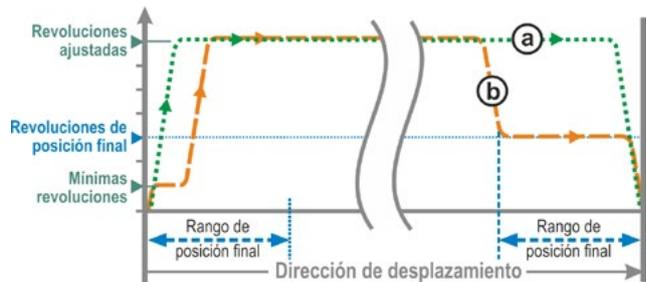

Fig. 3: Revoluciones de posición final "inicio rápido / parada rápida"
- Con apagado **sujeto al recorrido** se reducen las revoluciones poco antes de la posición final, de modo que el actuador entra en parada, sin sobrepasar la posición final, ver fig. 3, curva **a**.